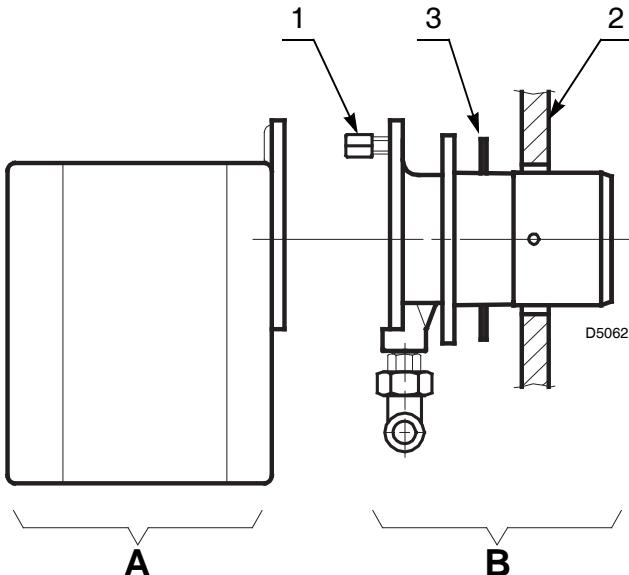

图 8
- 移开螺母1) 及A) 部分 (图8) 后, 将燃烧头组件与燃烧器分离。
- 在B) 部分 (图8) 安装上隔热垫3) 后与锅炉挡板 2) 紧固连接。